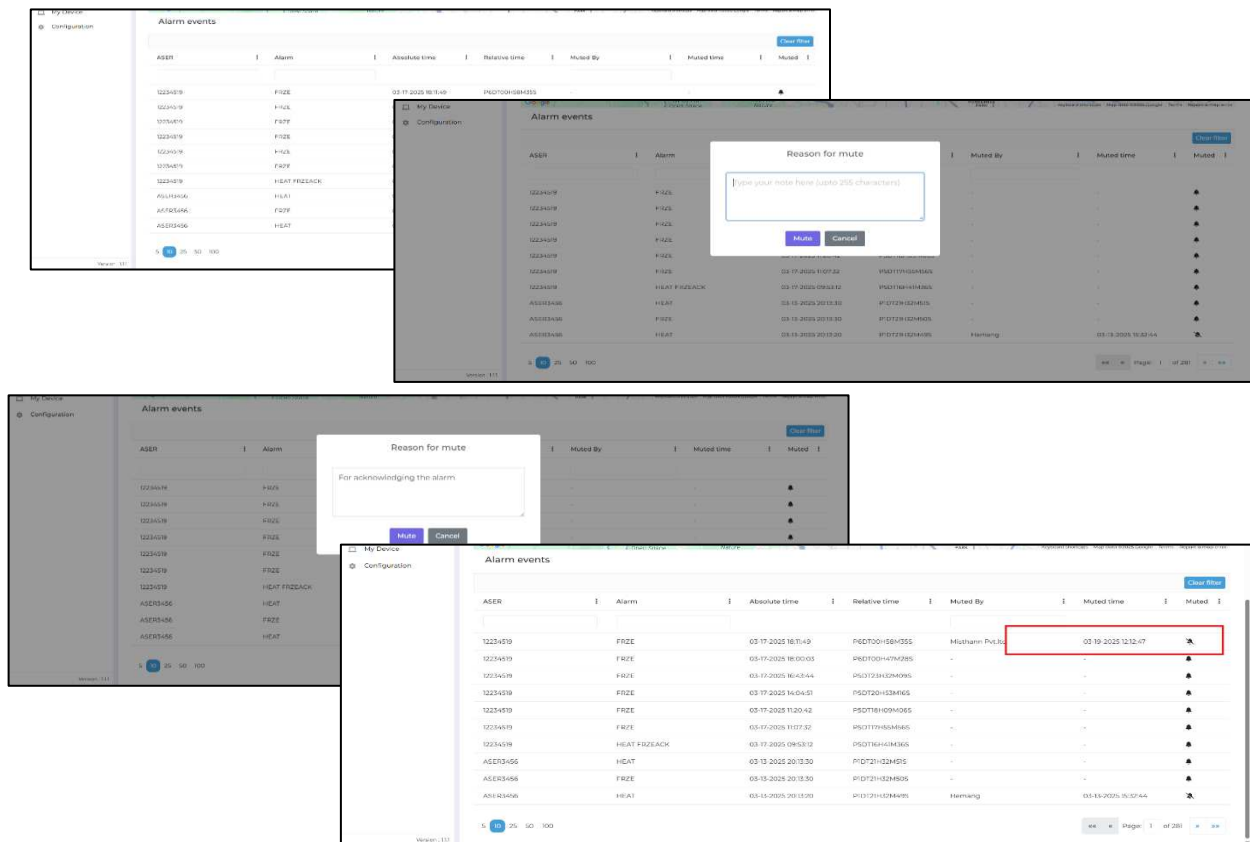

Figura 61 Silenciamiento de alarma remoto para el dispositivo seleccionado
12. Para silenciar la alarma de un dispositivo específico, haz clic en el icono de campana que aparece junto a la fila del dispositivo como se muestra en la figura 61.